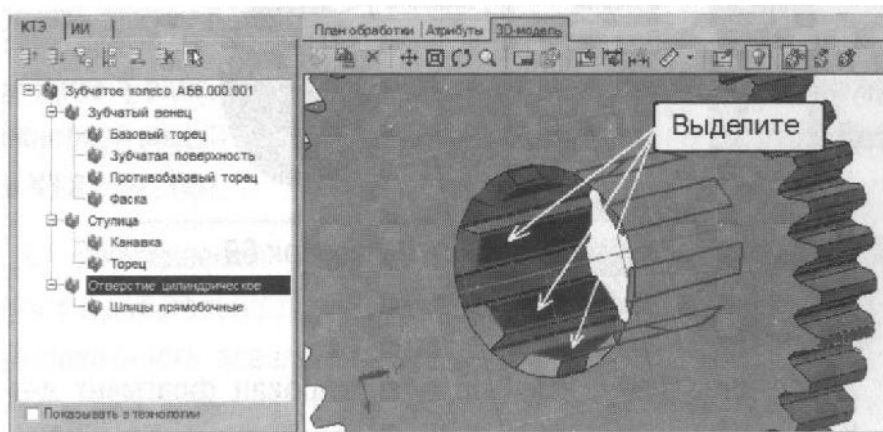

Рисунок 70
10. Установите курсор в дереве КТЭ на элементе Отверстие. На 3D-модели последовательно выделите наружные грани шлиц так, как показано на рис. 70. Установите связь между элементами, нажав кнопку **Связать с текущим элементом дерева КТЭ**.